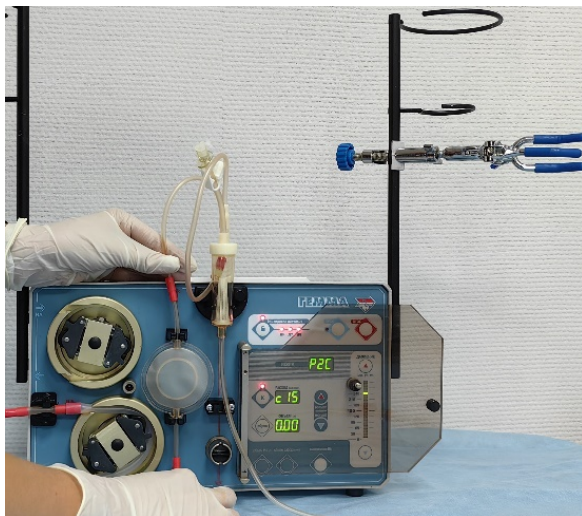

Рисунок 2.7.
- 2.4.** Установите дозирующий контейнер в стойки крепления дозирующего контейнера (рис. 2.7.).